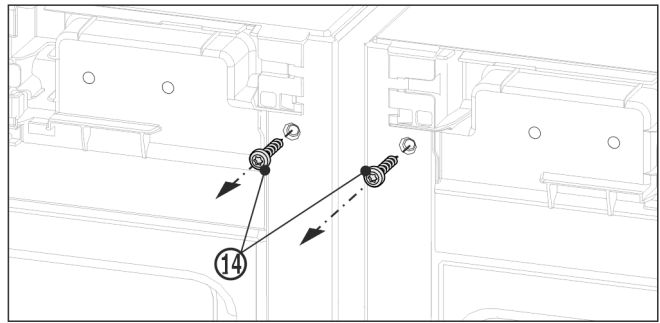

Fig. 11
- ▶ Vor der Montage des oberen Winkels beide Erdungsschrauben Fig. 11 (14) herausdrehen.